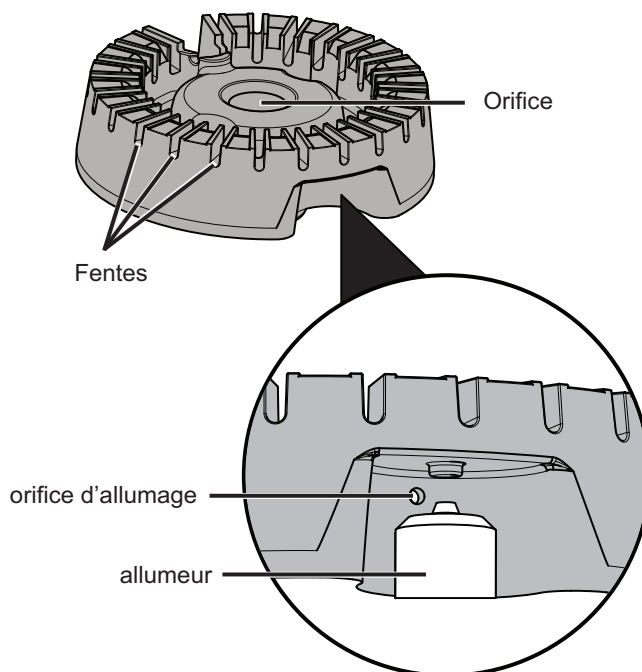

Figure 40 : Composants de brûleurs scellés
3. Utiliser une vieille brosse à dents pour nettoyer la tête de brûleur au complet (voir Figure 40).
4. Utiliser la brosse à dents pour nettoyer les fentes et les orifices du brûleur (voir Figure 40).
5. Nettoyer les orifices d'allumage à l'aide d'une aiguille ou d'un fil métallique de petit calibre (voir Figure 40).